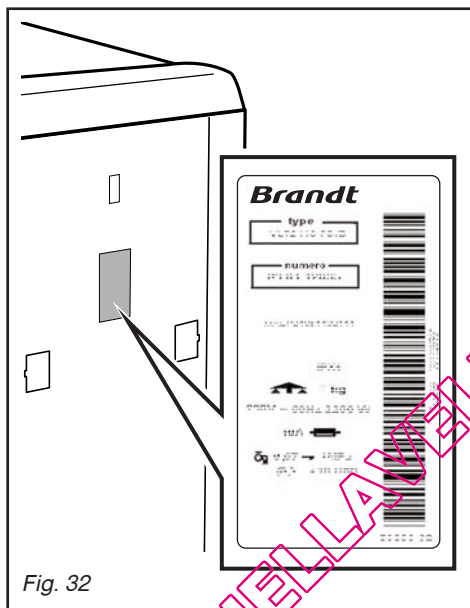

Fig. 32
– Les éventuelles interventions sur votre appareil doivent être effectuées par un professionnel qualifié dépositaire de la marque. Lors de votre appel, mentionnez la référence complète de votre appareil (modèle, type, numéro de série). Ces renseignements figurent sur la plaque signalétique située au dos de votre appareil (voir Fig. 32).